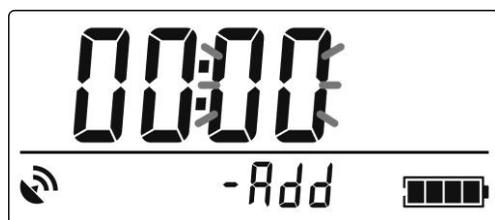

Рисунок 2.32 – PKI дозиметра
2.3.6.9.3.2 Якщо утримувати THRESHOLD довше 4 с, значення зміщення місцевого часу відносно GMT обнуляться, а його молодший цифровий розряд почне мигати (рис. 2.32). Після цього THRESHOLD треба відпустити.